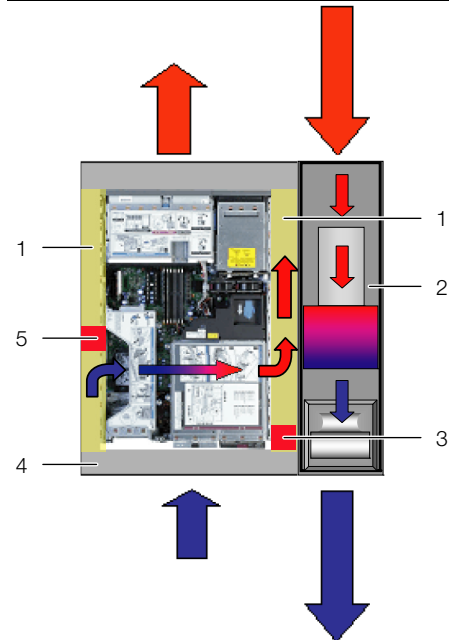

Abb. 11: Anordnung der Schaumstoffstreifen bei seitlich durchströmten Geräten (Draufsicht)
- Sind im Serverschrank mehrere seitlich durchströmte Geräte eingebaut, schneiden Sie entsprechend mehrere Stücke aus dem Schaumstoffstreifen heraus, so dass sich schließlich auf der Höhe jedes seitlich durchströmten Geräts links oder rechts am Serverrack eine Aussparung im Schaumstoffstreifen befindet. Achten Sie darauf, dass sich auf der Warmluftseite der Geräte keine Aussparungen befinden (Abb. 11, Pos. 3).
- Befestigen Sie diese Schaumstoffstreifen nach hinten versetzt auf der Kaltluftseite der Geräte (Abb. 11, Pos. 5). Achten Sie darauf, die Streifen so anzubringen, dass alle in den Geräten verbauten Lüfter Kaltluft ansaugen können bzw. dass keiner der Lüfter verschlossen wird.
Die Schaumstoffstreifen können zwischen der vorderen und hinteren Stütze des Serverrack über die gesamte Tiefe an den seitlich durchströmten Geräten angebracht werden (Abb. 11, Pos. 1).